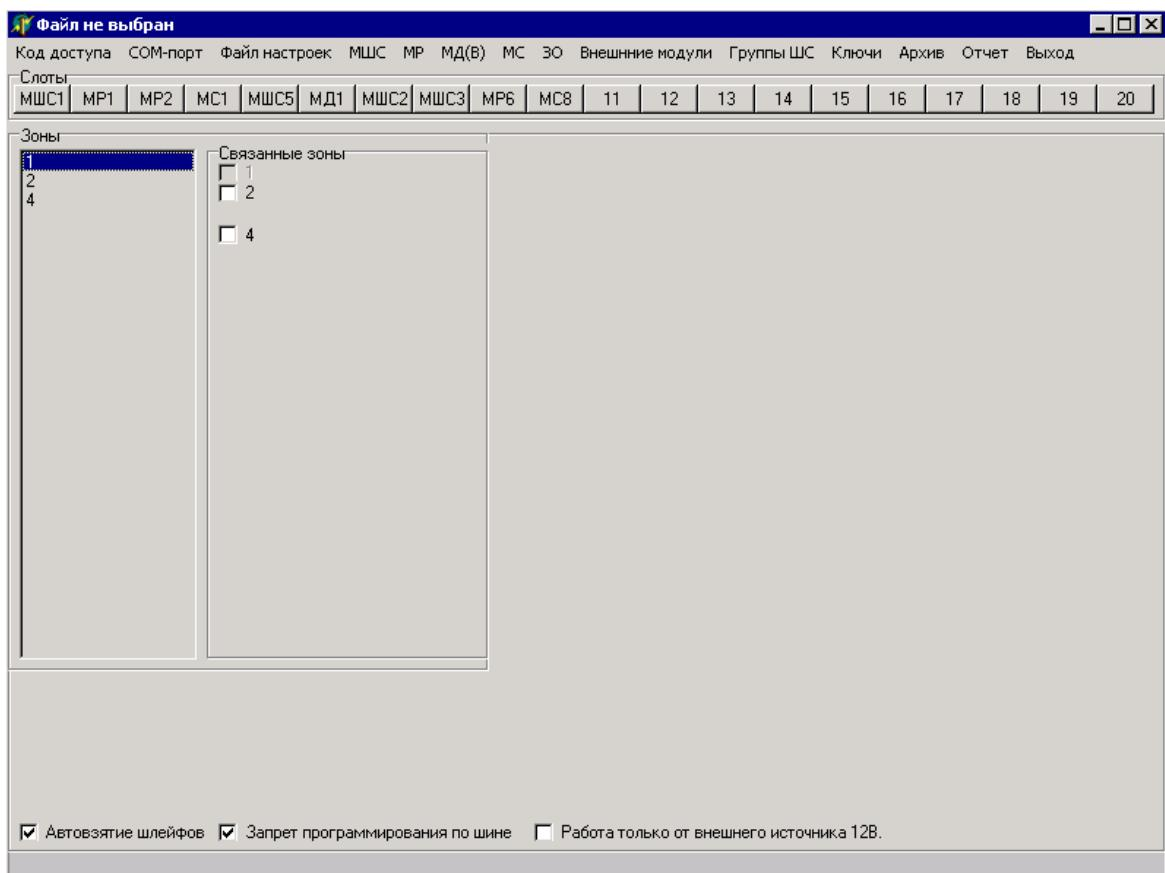

Рисунок 21
2.1.5.9 Для исключения зоны из списка проходных необходимо, переключив на нее фокус на панели «Зоны», убрать значки « \vee » рядом со связанными ранее с нею зонами в списке «Связанные зоны» (рисунок 21):